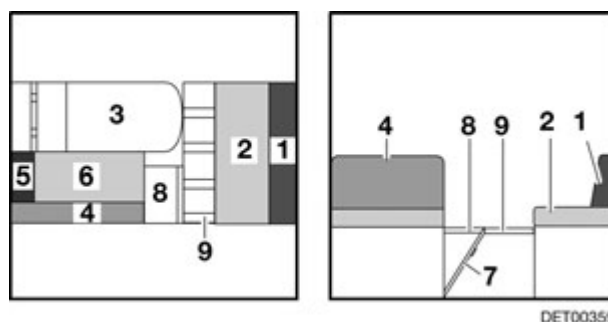

Fig. 105 Durante la transformación
- Plegar la prolongación del banco de asiento (Fig. 105,8) hacia arriba y colocar una cuña con la trampilla.
- Extraer el somier (Fig. 105,9).